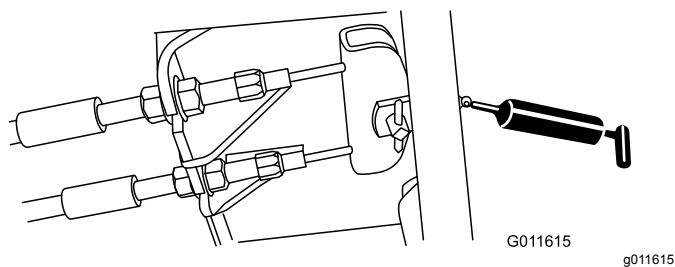

Figura 67
- Pedal do travão (1) – Figura 67